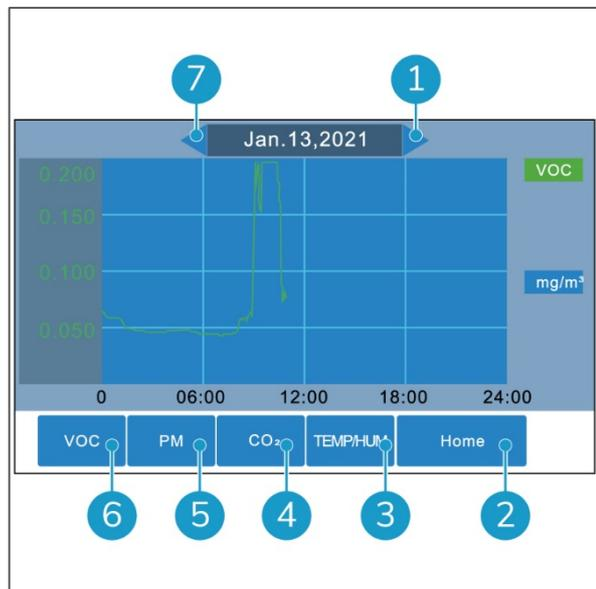

Abbildung 19
2. Die Verlaufsübersicht wird angezeigt (Abbildung 19).
4. Verwenden Sie die Schaltfläche „Previous“ (Abbildung 19, Pos. 7) und die Schaltfläche „Next“ (Abbildung 19, Pos. 1), um die Messwerte der letzten Tage abzurufen. Sie können bis zu 5 Tage zurückblättern.
5. Verwenden Sie die Schaltfläche TEMP/HUM (Abbildung 19, Pos. 3), CO₂ Taste (Abbildung 19, Pos. 4), PM (Abbildung 19, Pos. 5) und VOC (Abbildung 19, Pos. 6), um zwischen den Darstellungen umzuschalten.
6. Tippen Sie auf die Schaltfläche „Home“ (Abbildung 19, Pos. 2), um zum Hauptbildschirm zurückzukehren.